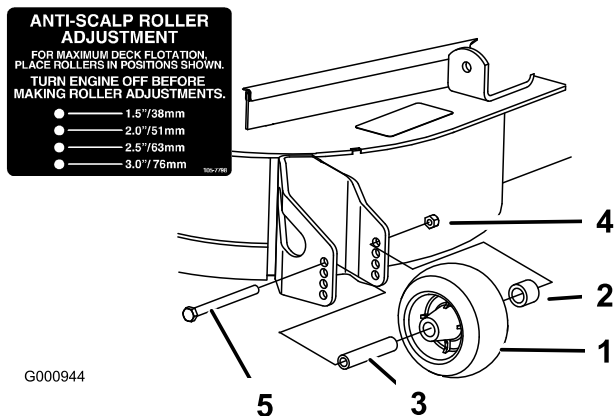

Figura 14
1. Después de ajustar la altura de corte, ajuste los rodillos retirando la tuerca con arandela prensada, el casquillo, el espaciador y el perno (Figura 14).
3. Instale la tuerca con arandela prensada, el casquillo, el espaciador y el perno. Apriete a 54–61 Nm (Figura 14).